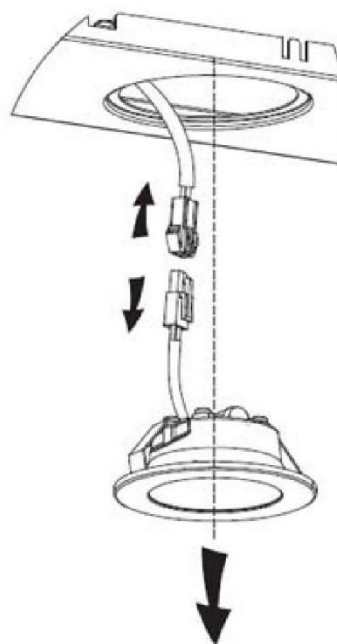

Abb. 2
- Benutzen Sie ein Werkzeug oder die Hand, um den Federsplitter auf beiden Seiten der LED-Leuchte nach innen zu drücken, bis die Leuchte herausgedrückt ist, siehe Bild 1. Ziehen Sie dann den Lichtanschlussdraht leicht heraus und demontieren Sie die Klemme des Lichtanschlussdrahtes. Siehe Abb. 2.